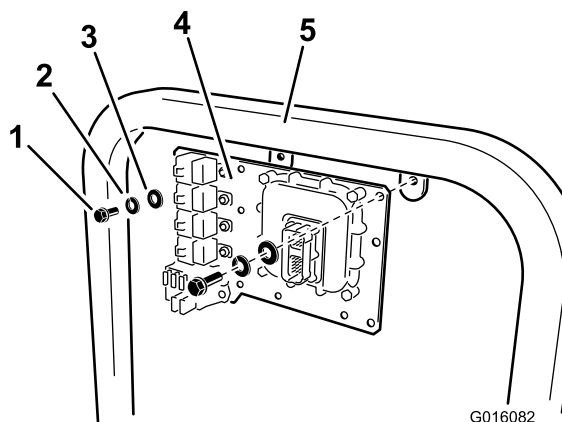

Bild 14
A. **Multi-Pro 1200 und 1250:** Montieren Sie die Montageplatte mit zwei Schrauben (5/16 x 3/4 Zoll), zwei Sicherungsscheiben & Nut5_16 und zwei Flachscheiben, wie in dargestellt. Bild 14